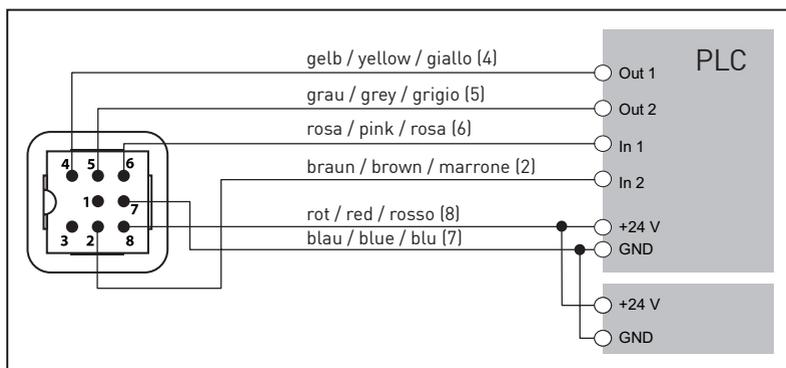

Abb. 10-4: Diagramma del circuito per la connessione diretta al PLC
- La connessione al morsetto GND per la connessione diretta al PLC (Fig. 10-4) è strettamente necessaria!